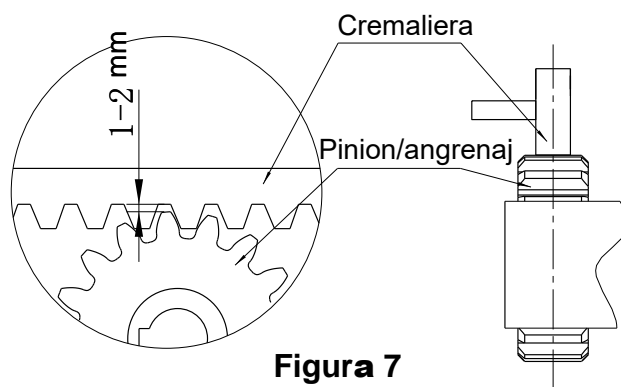

Figura 7
- Asigurati-va ca exista un mic spatiu intre cremaliera si angrenajul motorului, asa cum este aratat si in Figura 7 (poarta trebuie sa aiba un mic joc intre pinion si cremaliera)